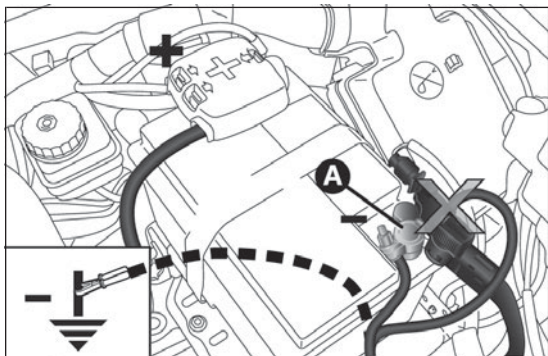

fig. 153
- ☐ conectar los bornes positivos (signo + cerca del borne) de las dos baterías con un cable adecuado fig. 153;